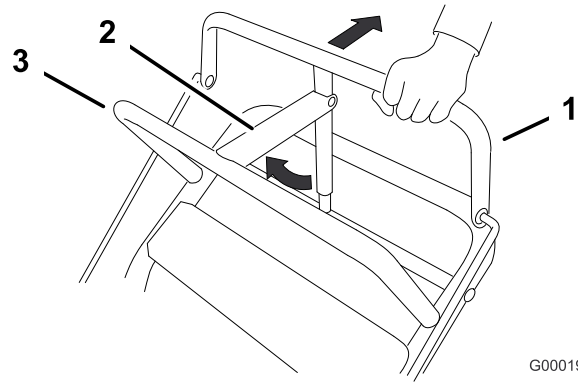

Figura 6
1. Tire de la barra de control superior hacia atrás y manténgala en esta posición (Figura 6).
2. Levante la palanca del freno de estacionamiento y suelte poco a poco la barra de control superior (Figura 6).